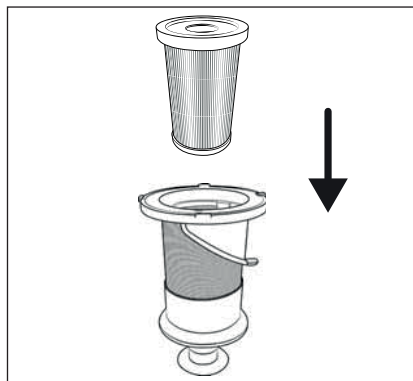

Afb. 23
- 6) Zet het RVS-filter **6** in het stofreservoir **7** en druk het volledig omlaag (zie afb. 23). Let daarbij op de vergrendelingen met verschillende groottes op het RVS-filter **6**. Het RVS-filter **6** kan door deze vergrendelingen maar in één stand in het stofreservoir **7** worden geplaatst.